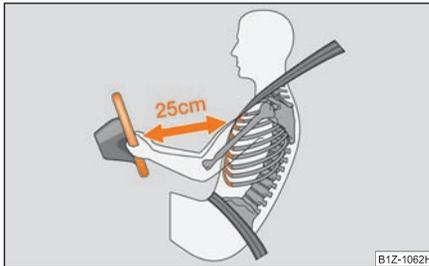

Abb. 148 Sicherer Abstand vom Lenkrad
- Für den Fahrer und Beifahrer ist es wichtig, einen Abstand von mindestens 25 cm vom Lenkrad bzw. von der Schalttafel einzuhalten ⇒ Abb. 148. Wenn Sie den Mindestabstand nicht einhalten, kann Sie das Airbag-System nicht schützen - Lebensgefahr! Außerdem müssen die Vordersitze und die Kopfstützen immer der Körpergröße entsprechend richtig eingestellt sein.